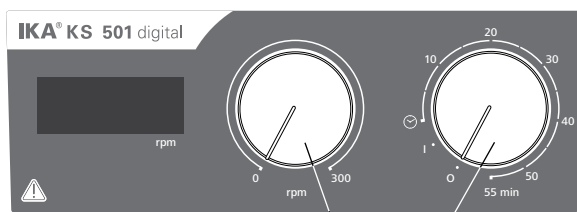

Fig. 3
- ☞ Para encender el aparato, gire el mando giratorio de "**encendido y apagado**" y "**temporizador**" (**B**, véase **Fig. 3**) hacia la derecha hasta la posición "**1**".
- ☞ Para ajustar el régimen de revoluciones del motor, utilice el mando regulador de "**velocidad**" (**C**, véase **Fig. 3**). Este régimen puede ajustarse de 0 a 300 rpm.